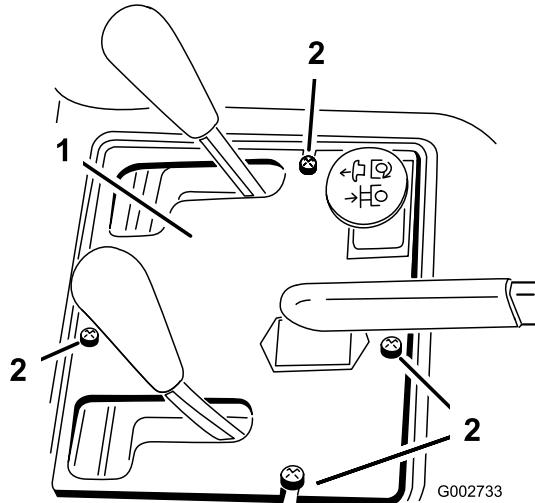

Figura 37
- Retire los 4 pernos que fijan el panel de control al bastidor (Figura 37).